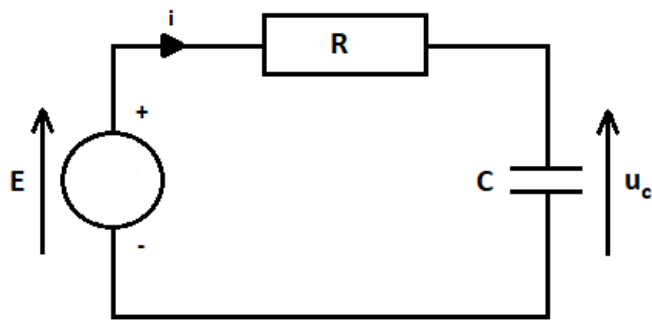

Figure 1: Circuit électrique RC
Soit le circuit électrique de la **Figure 1** dans lequel une résistance R et un condensateur C sont alimentés par une source de tension alternative.
- Appliquez la loi des mailles au circuit de la **Figure 1** en remplaçant  $u_R(t)$  par l'expression déterminée à l'étape précédente.